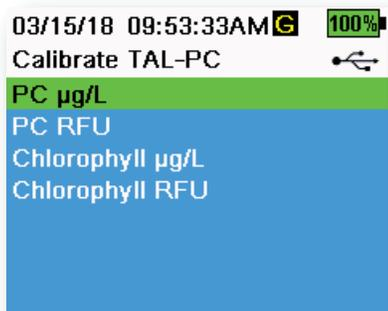
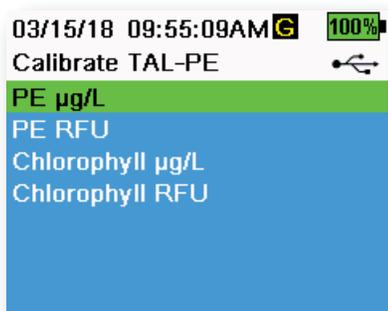

Figura 55 Opciones de calibración de TAL-PC
Figura 56 Opciones de calibración de TAL-PE
3. Seleccione el canal y las unidades a calibrar. Las opciones para el sensor TAL-PC aparecen en la Figura 55, mientras que las opciones para el sensor TAL-PE aparecen en la Figura 56.